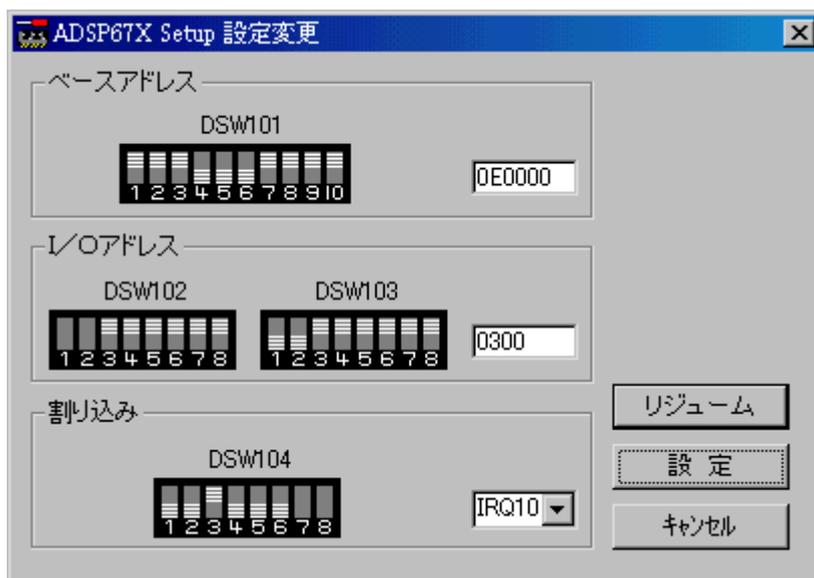

図2-1
- 2). 図2-1のようなダイアログが表示されますので、ボードのディップスイッチの設定と合うように設定を行い「設定」を押します。